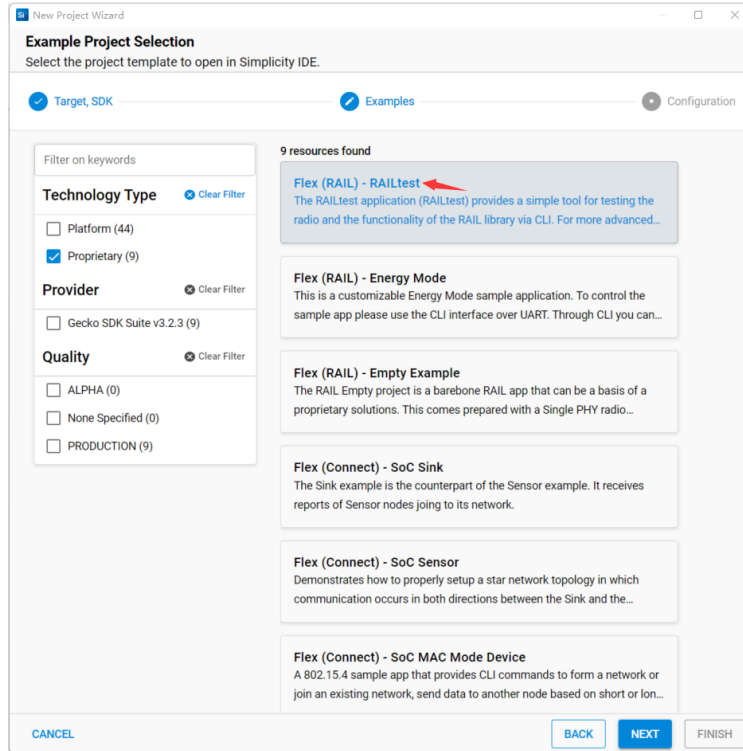

图 25 示例工程 (Examples) 选择
本次试用选择 **Technology Type** -> Proprietary (9) -> 工程，如图 25 所示。